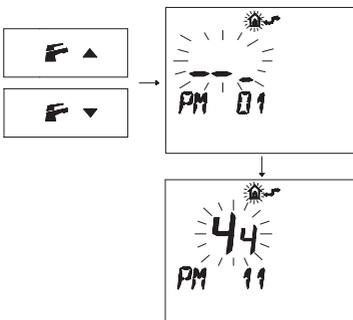

Рис. 5.57
- Нажмите кнопку или , чтобы вывести на дисплей параметр "PM11" пост-циркуляции насоса (Рис. 5.57).